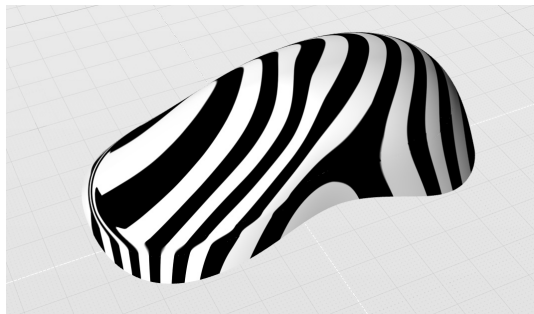

图 5-194 再次观察曲面连续性
4) 再次观察曲面连续性, 如图 5-194 所示。此时, 鼠标上壳体曲面构建基本结束。